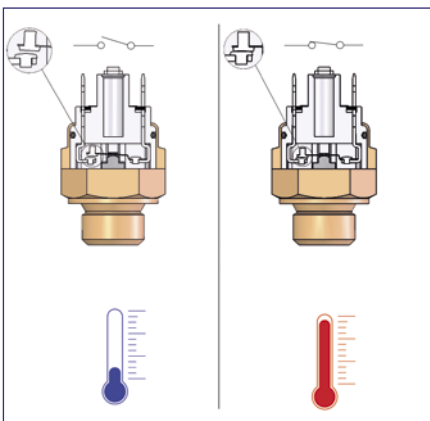

FIG. 1 ABB. 1
- with two-way normally-open (NO) electrical contacts (SPST)
- with two-way normally-closed (NC) electrical contacts (SPST)
- In the NORMALLY OPEN (NO) version on Fig. 1, the contact is open, i.e. there is no flow of current in the absence of temperature. When the temperature setting is reached, the electrical contact closes.
- In der Version NORMALERWEISE OFFEN (N.O.) Abb. 1 ist der Kontakt offen, d.h. es gibt keinen Stromdurchfluss bei Abwesenheit von Temperatur. Bei Erreichen des Eichwerts schließt sich der elektrische Kontakt.